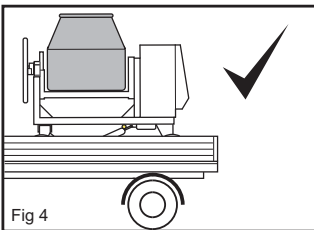

Fig 4
- Le mélangeur **NE DOIT** être transporté qu'avec la bouche du tambour tournée vers le **HAUT** (Fig. 4 & 5)